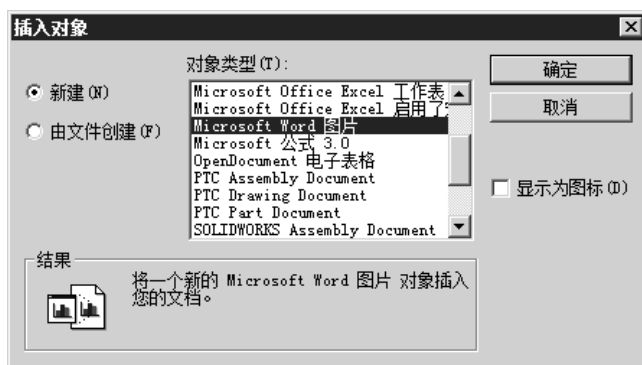

图 11.2.1 “插入对象”对话框
Step2. 选择下拉菜单 **插入(I)** → **对象(O)...** 命令, 系统弹出图 11.2.1 所示的“插入对象”对话框。
- 在图 11.2.1 所示的 **对象类型(T):** 列表中只显示支持 OLE 且已安装在计算机上的应用程序。